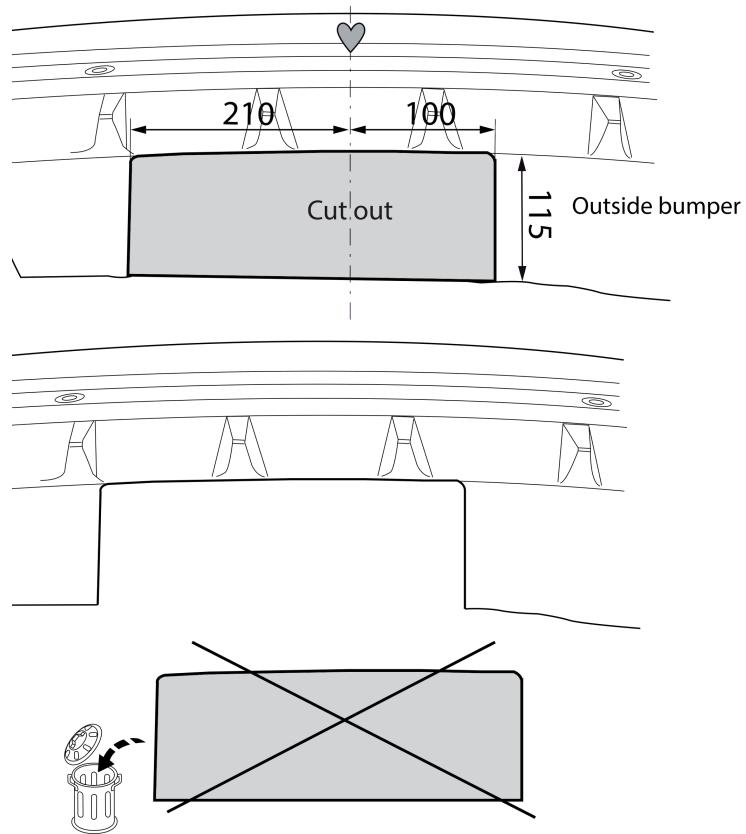

Fig. 3
9. Отпилить обозначенную часть, как указано на рис. 3.